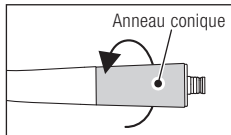

Fig. 42
- ❶ Dévissez et enlevez l'anneau conique à l'arrière de la pièce à main (Fig. 42).